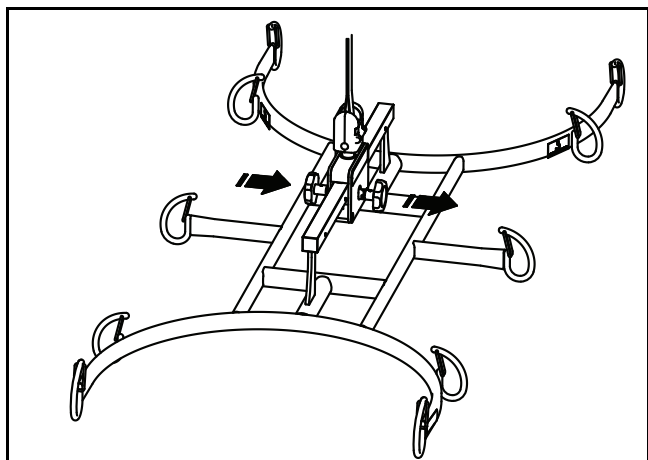
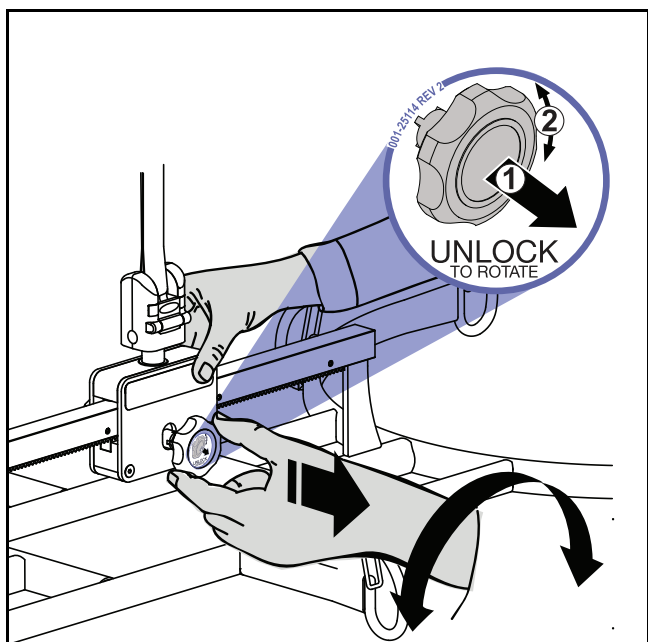

図 8
図 9
- 3) ストレッチャーフレームを調整するには、操作するノブに合わせて引き出すか押し込み（スプリングで固定されています）（図8参照）、回します（図9参照）。